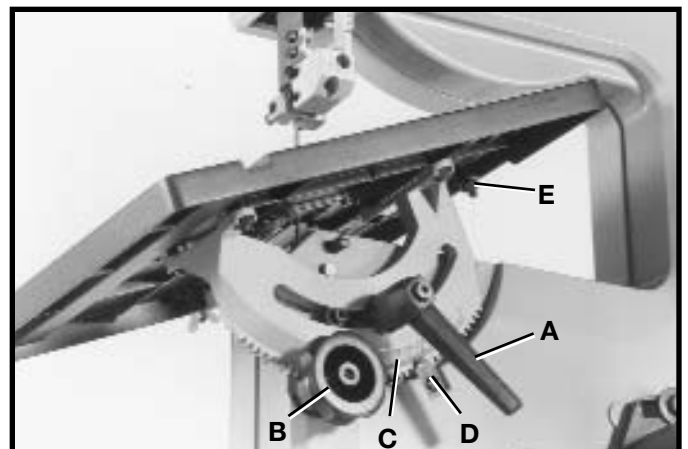
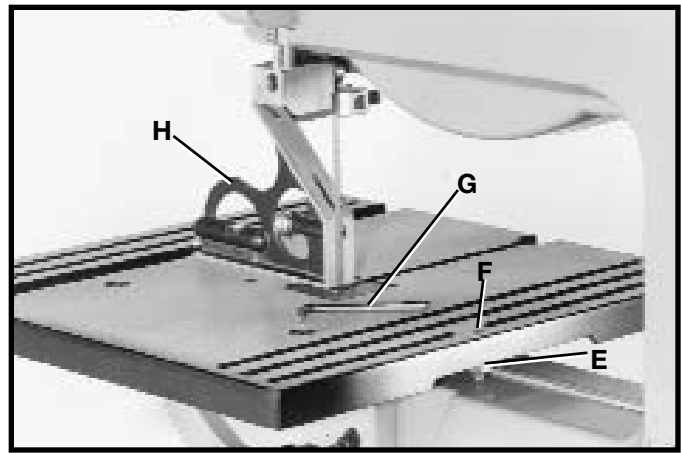
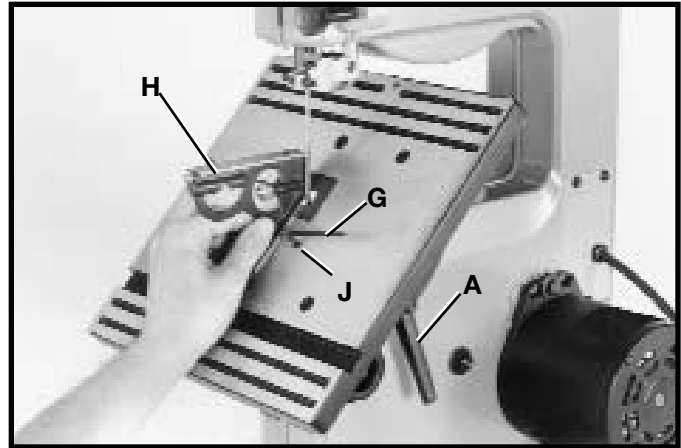

Fig. 26
Fig. 27
Fig. 28
La table peut être inclinée de 45 degrés vers la droite. Pour incliner la table, desserrer la poignée de verrouillage (A) fig. 26, et tourner le bouton (B) en sens horaire jusqu'à atteinte de l'angle souhaité. Puis resserrer la poignée de verrouillage (A). **REMARQUE :** La poignée de verrouillage de la table (A) se replace en sortant la poignée et en la replaçant sur l'écrou qui se trouve sous le moyeu de la poignée. Une échelle (C) et un pointeur (D) sont fournis pour indiquer l'angle d'inclinaison.
1. Incliner la table à une position de 90 degrés tel qu'illustré à la figure. 27, et resserrer la poignée de verrouillage (A) fig. 28. Placer une équerre (H) fig. 27, sur la table et contre la lame et vérifier si la lame est à 90 degrés sur la surface de la table. S'il faut un réglage, procéder comme suit :
2. Incliner un peu la table tel qu'illustré à la figure 26, pour exposer le contre-écrou (E) fig. 27. Desserrer le contre-écrou et remettre la table à la position de 90°. Avec la poignée de verrouillage (A) fig. 28, desserrée, tourner la vis de réglage (F) fig. 27, en utilisant la clé (G) fig. 27, jusqu'à ce que la lame soit à 90 degrés de la table. Puis resserrer le contre-écrou (E) fig. 27, et la poignée de verrouillage (A) fig. 28.
3. Incliner la table à la position de 45 degrés tel qu'illustré à la figure 28. Placer une équerre (H) sur la table et contre la lame et vérifier si la lame est à 45 degrés sur la surface de la table. Si un réglage s'avère nécessaire, procéder comme suit :
4. Desserrer le contre-écrou sur la vis de réglage (J) fig. 28, qui se trouve sous la table. Avec la poignée de verrouillage (A) fig. 28 desserrée, tourner la vis de réglage (J) en utilisant la clé (G) fig. 28 jusqu'à ce que la lame soit à 45 degrés de la table. Resserrer alors la poignée de verrouillage (A) et le contre-écrou sur la vis de réglage (J).